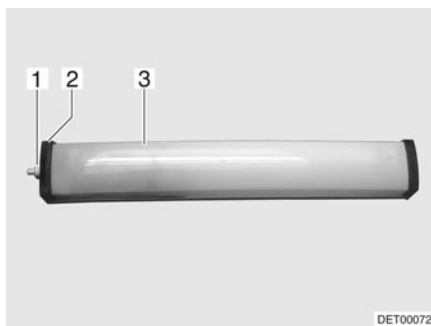

Fig. 231 Luz del habitáculo
- Desatornillar la caperuza (Fig. 231,1).
- Retirar la tapa (Fig. 231,2).
- Comprimir ligeramente la cubierta de la luz (Fig. 231,3) y retirarla.